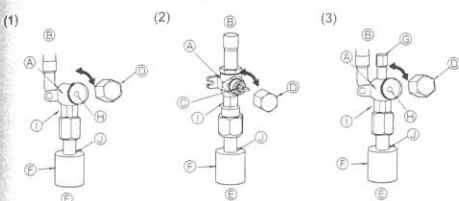

Fig. 4-5
- Lado del gas de SW75 (Fig. 4-5)